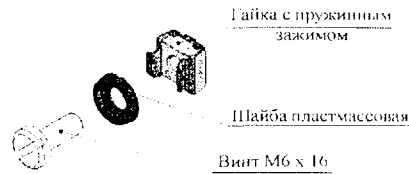

Рис.4
4.5 Установка ПОР-PM производится на перфорированную стойку при помощи комплекта крепежа из комплекта поставки (см.рис.4)